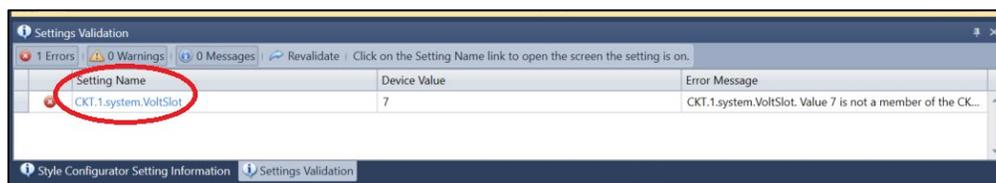

图 4-23. 设置验证屏幕
- 第四步 查看BESTCOMSPlus 窗口底部的设置验证窗口（图4-23）。点击“重新验证”。这将在设置文件中显示所有验证错误，包括由新电路板配置引起的错误。